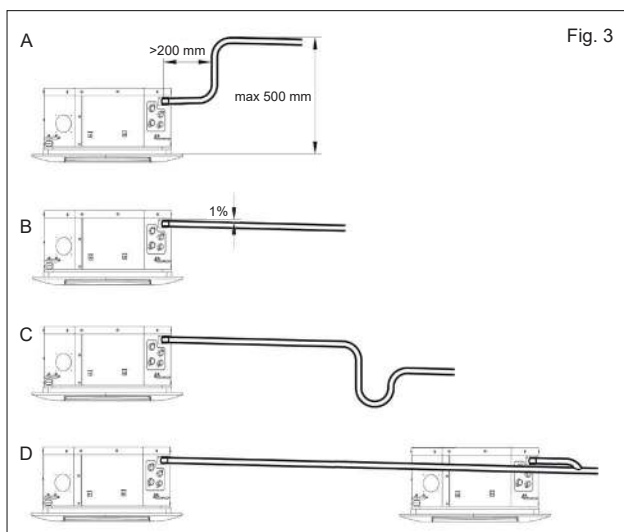

Fig. 3
-Las unidades están equipadas con una bomba que es capaz de garantizar la elevación del agua de condensación de la zona inferior de la unidad (como se muestra en la figura) que no excede de 500 mm para modelos 400 y 400-4T, y 750 mm para los otros modelos (Fig.3-A).
-Para un flujo regular de condensación es necesario que el tubo de escape tenga una inclinación hacia abajo de 1% sin cuellos de botella ni tamos ascendentes (Fig. 3-B).
-Coloque también un sifón de al menos de 50 mm de profundidad para evitar malos olores en el ambiente. (Fig. 3-C).
-Para más unidades instaladas en un local, la entubación de la condensación debe hacerse como en (Fig. 3-D). El colector principal debe estar diseñado para drenar todas las unidades simultáneamente.